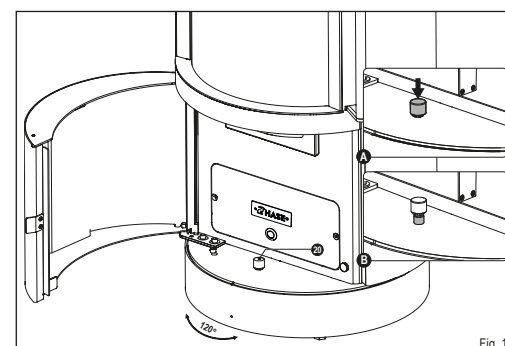

Fig. 12
Le bouton (20) de la console rotative est en position verrouillée à la livraison (Fig. 12) :
- ▶ **Appuyez sur le bouton (20) pour libérer le verrouillage (Section 6).**
- ▶ **Lorsque vous avez atteint le réglage souhaité, appuyez à nouveau sur le bouton (20) pour verrouiller à nouveau la console rotative.**
Le poêle a un angle de rotation maximal de 120 degrés (Fig. 12).